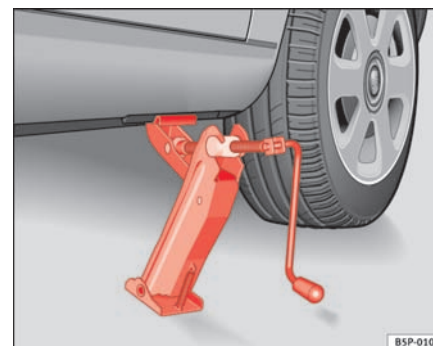

Fig. 180 Colocación del gato
- Posicione el gato de modo que su garra envuelva el nervio del larguero inferior y que la placa base móvil se apoye plana sobre el suelo ⇒ **página 253, fig. 180.**